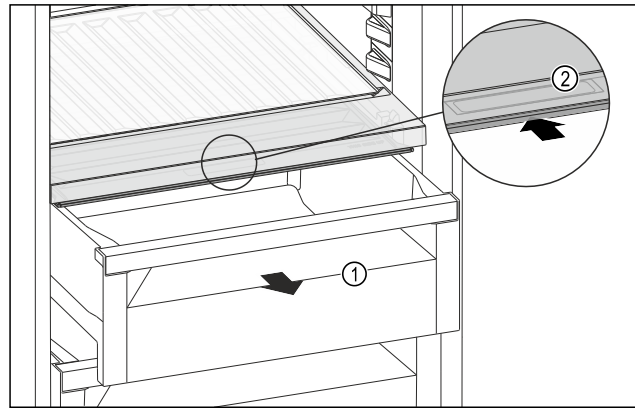

Fig. 108
- ▶ Schuifvak Fig. 108 (1) uittrekken.
- ▶ Greeplijst Fig. 108 (2) op het vakdeksel vastpakken en het vakdeksel gelijktijdig naar achteren schuiven.